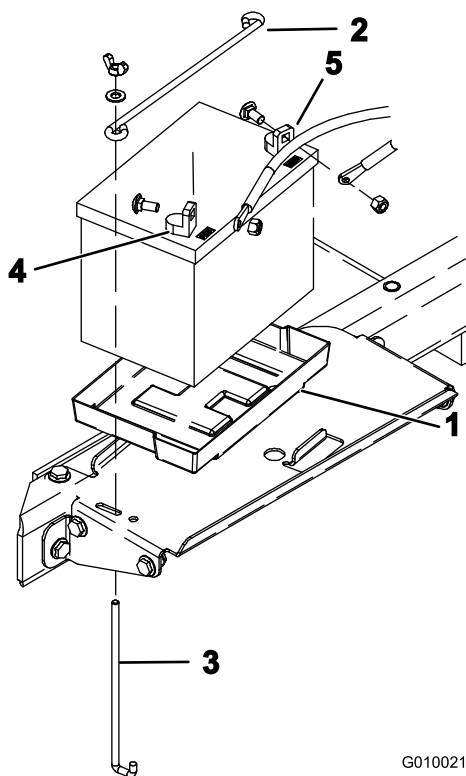

Figura 6
8. Coloque la batería en la bandeja del compartimiento de la batería (Figura 6). Coloque la batería de tal forma que los bornes queden hacia fuera.
9. Sujete la batería a la base del compartimiento usando la varilla de la batería, 2 varillas de sujeción, 2 arandelas planas y 2 tuercas de orejeta (Figura 6).
10. Primero, conecte el cable positivo (rojo) al borne positivo (+) de la batería con un perno de cuello cuadrado y una tuerca (Figura 6), y luego el cable negativo (negro) al borne negativo (-) de la batería usando un perno de cuello cuadrado y una tuerca (Figura 6). Deslice la cubierta de goma sobre el terminal positivo para evitar posibles cortocircuitos eléctricos.